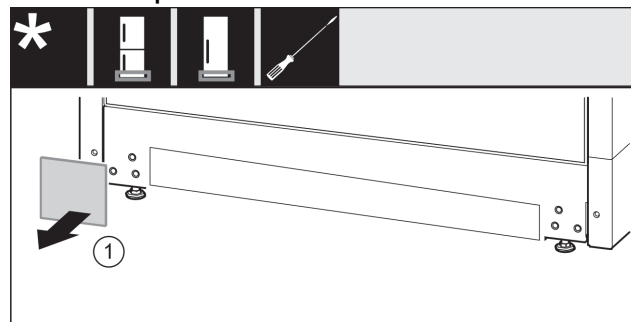

Fig. 16
- ▶ Retirar la cubierta. Fig. 16 (1)